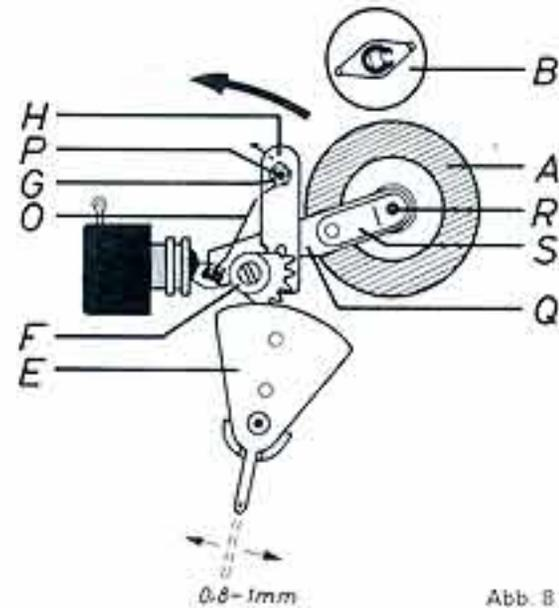

Abb. 8
1.53 Auswechseln des Reibrades (siehe Abb. 8)